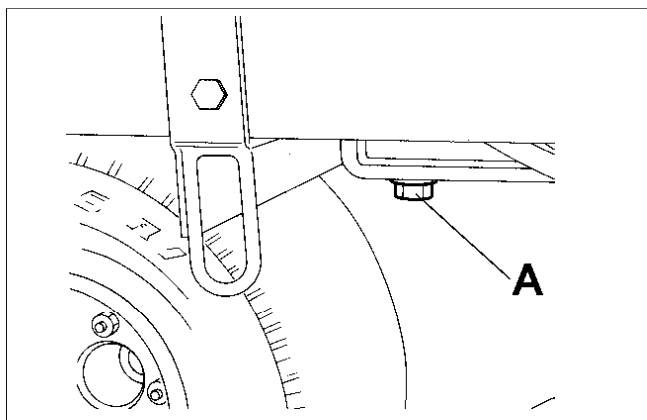

Fig.26
- After first warming up the engine remove the drain plug (A Fig.26) and drain all the oil from the crankcase sump.
- Met de motor nog warm, de aftapstop (A afb.26) verwijderen en alle olie uit het carter laten lopen.
- Dès que le moteur est chaud, retirer le bouchon de vidange (Fig. 26 "A") et vidanger toute l'huile du carter moteur.